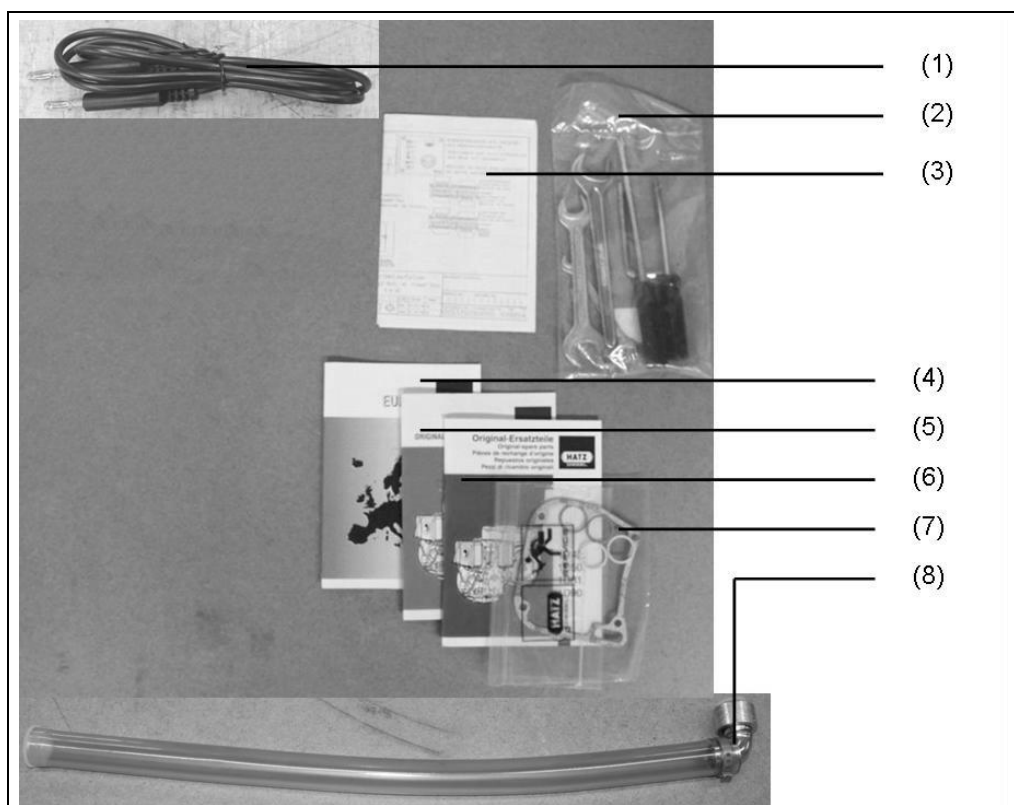

Abb. 1-1: Lieferumfang Dokumentation / Zubehör
Die Betriebsanleitung und Wartungsvorschrift des Motor (siehe Abb. 1-1-(5)) ist integraler Bestandteil dieser Anleitung.
- Kabel mit Prüfspitze (siehe Abb. 1-1-(1))
- Werkzeug (siehe Abb. 1-1-(2))
- Stromlaufplan Motor (siehe Abb. 1-1-(3))
- Servicestellenverzeichnis Motor (siehe Abb. 1-1-(4))
- Bedienungsanleitung Motor (siehe Abb. 1-1-(5))
- Ersatzteilliste Motor (siehe Abb. 1-1-(6))
- Ersatz-Dichtung Motor (siehe Abb. 1-1-(7))
- Schlauch Ölablass (siehe Abb. 1-1-(8))